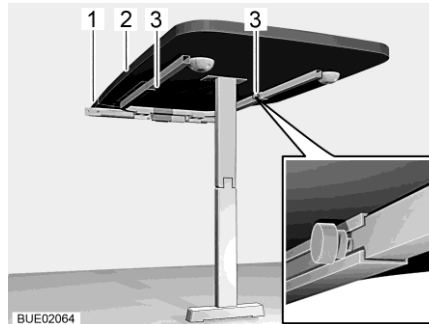

Bild 133 Hängbord med ledat stödben
- Lossa på två räfflade skruvar (Bild 133,3).
- Lyft upp bordsskivan (Bild 133,2) något framtill och drag ut den till stoppläget. Bordsförlängningen är nu helt utdragen.
- Lägg in förlängningsplattan (Bild 133,1) i bordsförlängningen.
- Lyft upp bordsskivan (Bild 133,2) något framtill och drag ut den.
- Ta ut förlängningsplattan (Bild 133,1) och lägg den på säker plats.